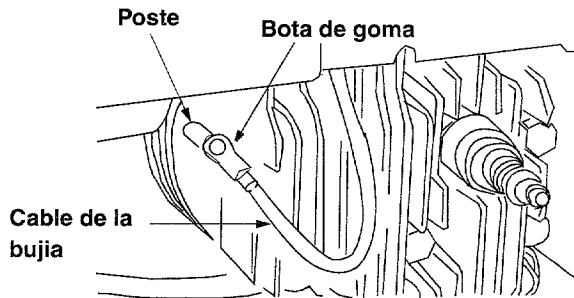

Figura 1
- Antes de preparar su cortadora de césped, desconectar el cable de la bujía de la misma, y conectarlo a tierra contra el poste del motor. Ver la Figura 1.